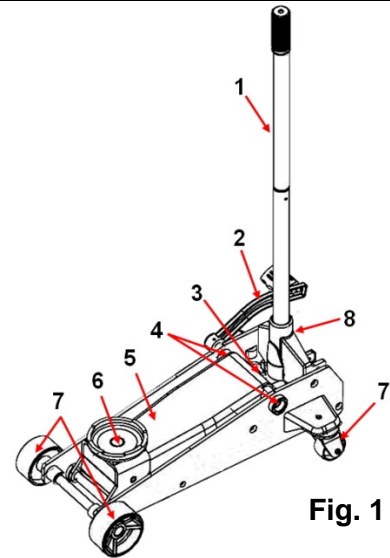

Fig. 1
2. Observez la figure 1 à propos de l'exécution de cette étape. Retirez la vis (9) qui se trouve dans une partie du levier de pompe. Fixez les deux parties du levier de pompe 1 et 2 pour aligner les des perçages des deux pièces. Placez à nouveau la vis (9) et serrez-la.